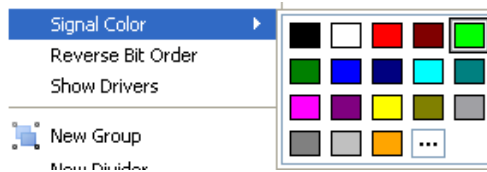

図 3-21：信号の表示色の変更
2. [Signal Color] をクリックしてカラーパレットから色を選択するか、[...] ボタンをクリックしてカスタムカラーを選択します (図 3-21)。